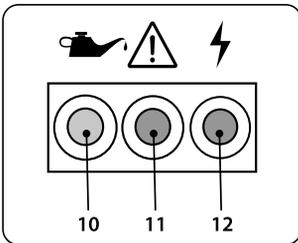

рис. 7
Индикатор переменного тока (12) (зеленый) (рис. 7) сигнализирует о включенном генераторе и нормальной его работе.
Индикатор перегрузки (11) (красный) (рис. 7) загорается, когда фиксируется перегрузка или возрастает выходное напряжение генератора.
Индикатор низкого уровня масла (10) (красный) (рис. 7) сигнализирует об уровне масла ниже допустимого. Когда уровень масла падает ниже минимального, двигатель автоматически останавливается, при этом выключатель двигателя остается в положении «ВКЛ». Двигатель не запустится, пока не будет добавлено необходимого количества масла.